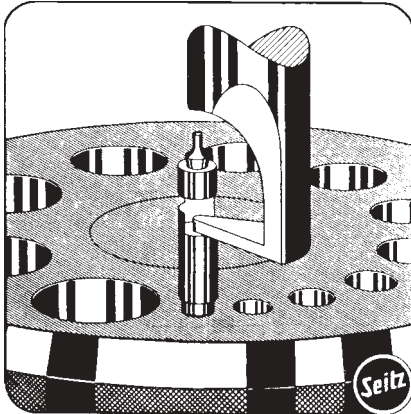

Abb. 35
**a)** Dient zum Einschlagen von Zylindertampons (Abb. 35)